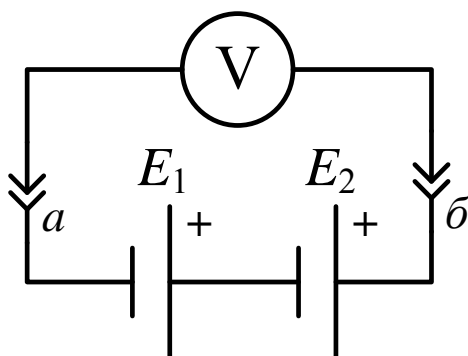

Рис. 1.3
1.2. Соедините источники последовательно, как показано на рис. 1.3, и измерьте напряжение на выводах батареи (между точками *a* и *b*) на пределе «20 V» или «200 V».